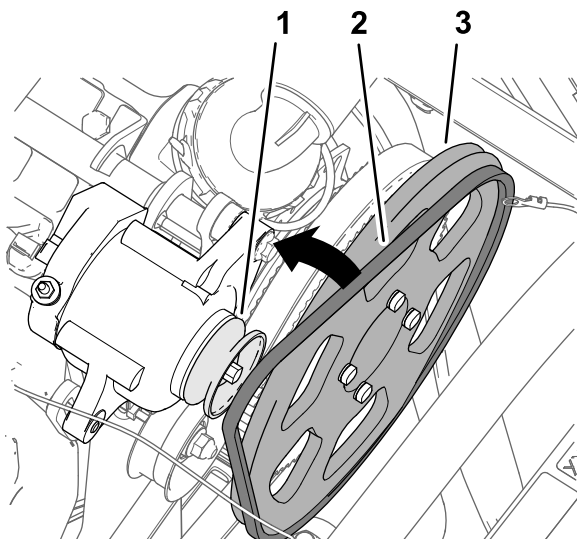

図 183
3. 駆動 プーリとオルタネータのプーリにベルトを掛ける 図 183。